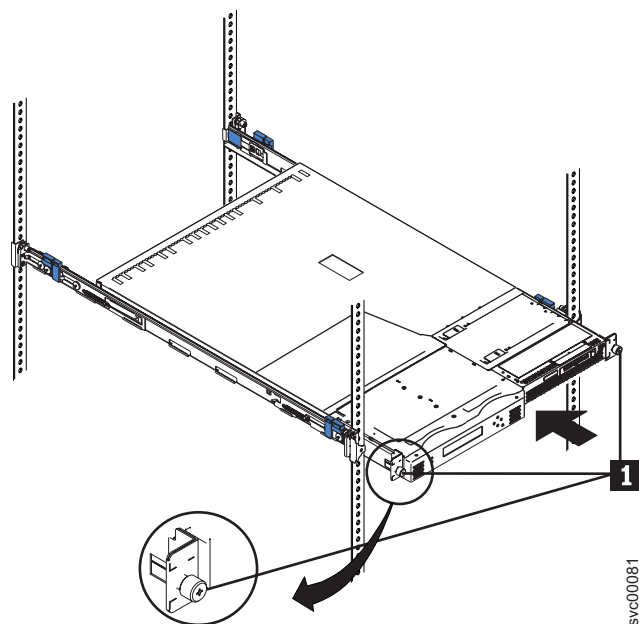

図43. ラックへの SAN ボリューム・コントローラー 2145-4F2の取り付け
3. SAN ボリューム・コントローラー 2145-4F2 モデルの場合は、2 つの拘束つまみねじ **1** を完全に締めます (91 ページの図 43 を参照)。SAN ボリューム・コントローラー 2145-8F2 および SAN ボリューム・コントローラー 2145-8F4 の場合は、所定の位置にはまります。